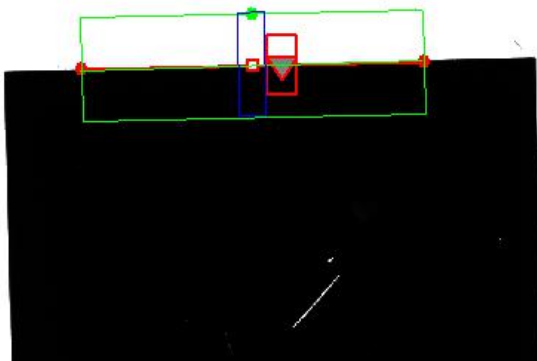

图 2-21
e. **单直线**：操作方式与“直线交点”类似；如下图 2-21 所示：